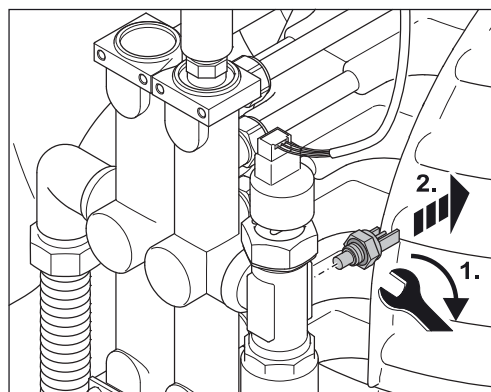

Fig. 6-11 Dévissage du capteur de température d'alimentation
3. Dévissez le capteur de température d'alimentation/de reflux avec une clé à fourche de 15 (fig. 6-11).